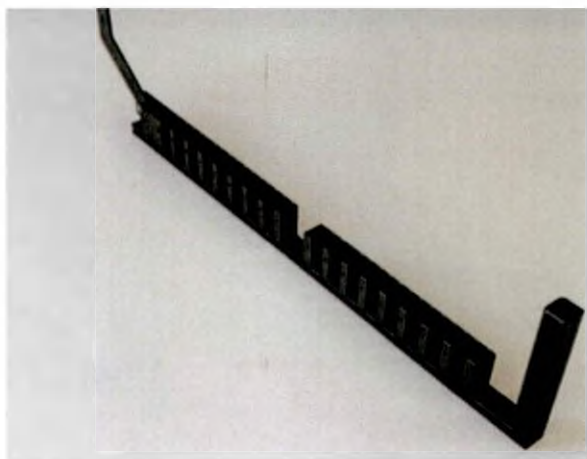

Рис. 15. Штатив для образцов VB-ID
5.5.10. **Штатив для образцов VB-ID** используется для загрузки и автоматического сканирования образцов (Рис. 15).